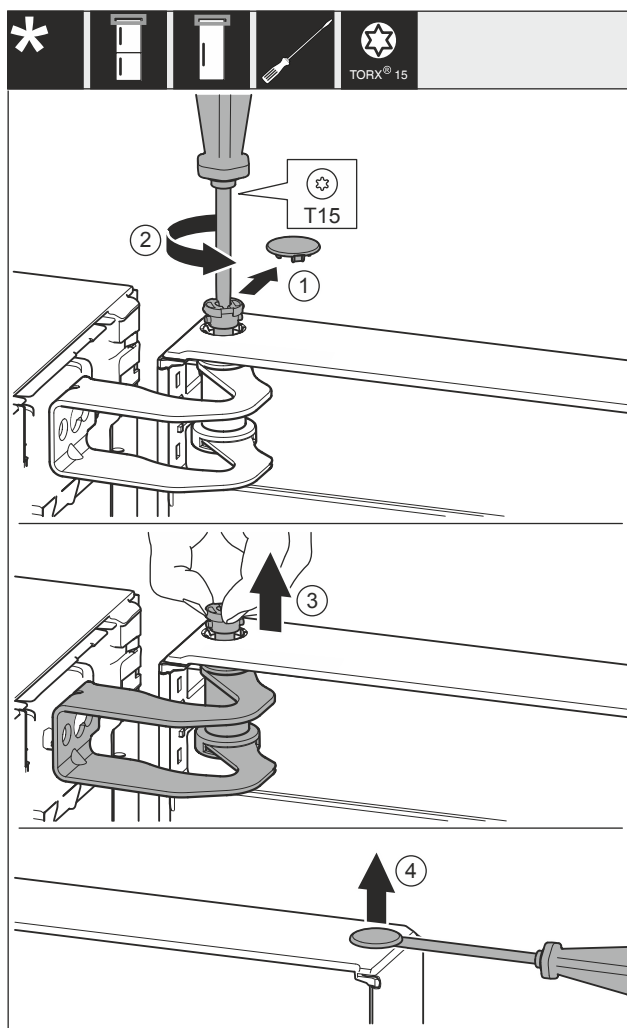

Fig. 29
- ▶ Óvatosan távolítsa el a fedelet Fig. 29 (1).
- ▶ Kissé tekerje ki a csapszeget Fig. 29 (2) csavarhúzóval.
- ▶ Húzza ki az ujjával a csapszeget Fig. 29 (3).
- ▶ Óvatosan emelje meg a fedelet Fig. 29 (4) csavarhúzóval, és távolítsa el.